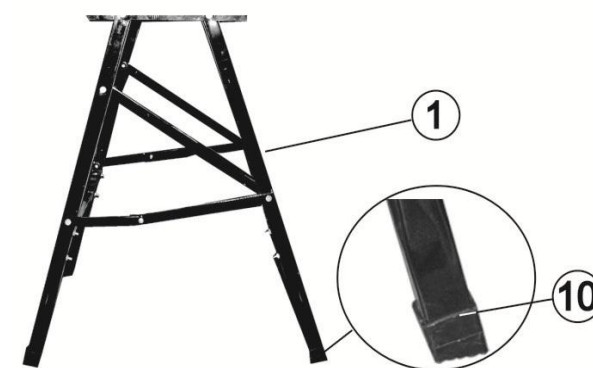

Рис. 2
Как показано на Рис. 2, установите на стойки боковых рам (1) резиновые опоры (10) длинной стороной к внешнему углу.